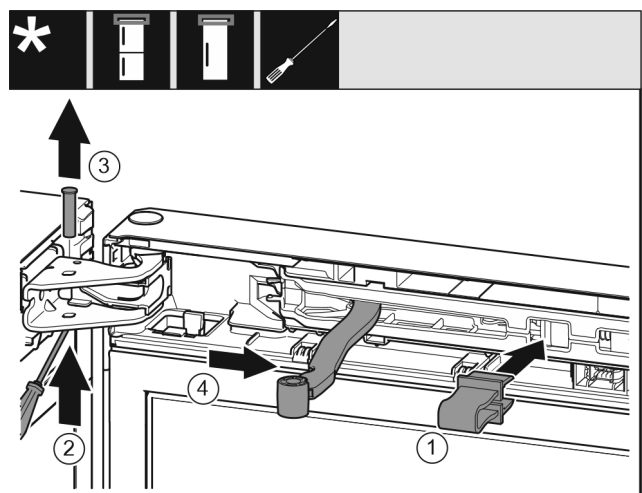

Fig. 13
- Beveiliging Fig. 13 (1) in opening vastklikken.
- Bouten Fig. 13 (2) eruit schuiven.
- Bouten Fig. 13 (3) naar boven toe wegnemen.
- Scharnier Fig. 13 (4) in de richting van de deur draaien.